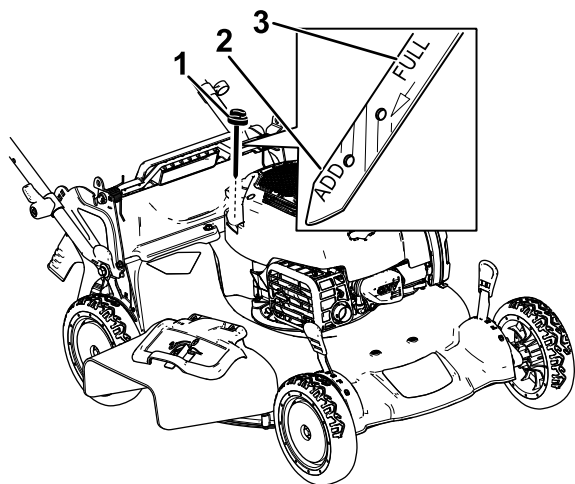

Bild 12
- Wenn der Ölstand am Peilstab zu niedrig ist (Bild 12), füllen Sie langsam etwas waschaktives Öl (SAE 30 oder SAE 10W-30) in den Öleinfüllstutzen, warten Sie drei Minuten und wiederholen Sie dann die Schritte 3 bis 5, bis der Ölstand am Peilstab richtig ist.
- Wenn der Ölstand am Peilstab zu hoch ist (Bild 12), lassen Sie Öl ab, bis der Ölstand am Peilstab richtig ist, siehe Wechseln des Motoröls \(Seite 23\).
2. Entfernen Sie den Peilstab, indem Sie den Deckel nach links drehen und herausziehen (Bild 12).
5. Lesen Sie den Ölstand am Peilstab ab. (Bild 12)